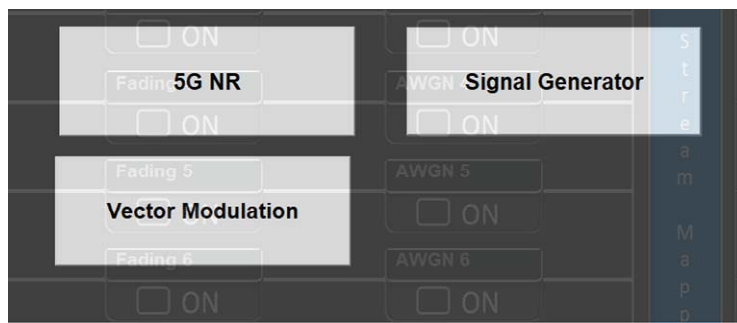

图 4.2 Signal Generator 操作图
- 按【LTE】、【Mode】，选择 Signal Generator，操作如图 4.2 所示。